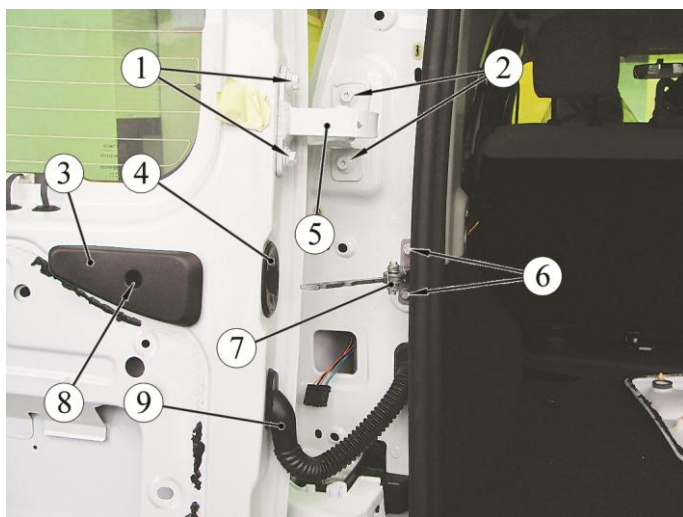

Рисунок 7-6 – Крепление ограничителя погрузочной двери:
Отвернуть два верхних и два нижних болта 1, рисунок 7-6, крепления погрузочной двери левой или правой к петлям, снять дверь (головка сменная 13, вороток).
- отвернуть два верхних и два нижних болта 2 (см. рисунок 7-6) крепления петель 3 к кузову, снять петли (головка сменная 13, вороток).